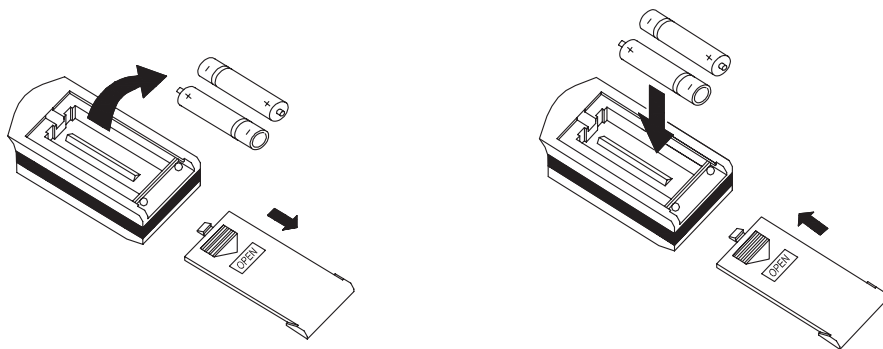

Рис. 5.2.
- Для извлечения батареек при замене сдвиньте крышку пульта управления в направлении стрелки (см. рис. 5.2), извлеките отработавшие батареи и установите новые. Установите крышку пульта на место.